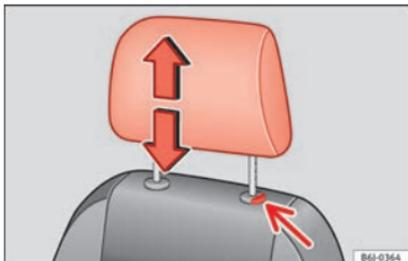

Fig. 141 Poggiatesta: regolazione dell'altezza oppure smontaggio.
- Premere il tasto » **fig. 141** (freccia).